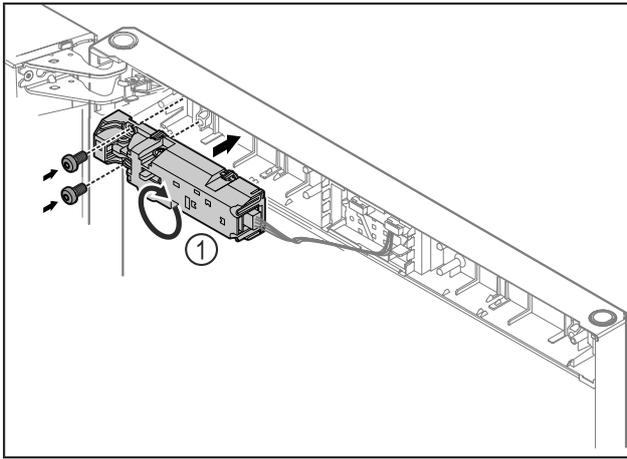

Fig. 14
- Faire tourner la fermeture Fig. 14 (1) à 180° et la fixer sur le côté opposé.